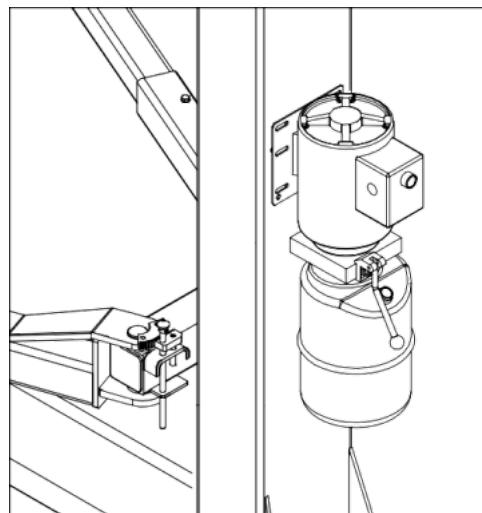

Рис. 32
- ◆ Установите насос на панель, как показано на Рис. 32 и зафиксируйте его в нижней части главной колонны.